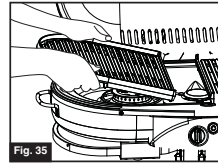

Fig. 35
2. Quite las rejillas para cocinar y póngalas a un lado. (Fig. 35)